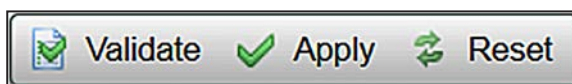

Figura 55. El botón Validar.
PASO 4. Cuando se haya ingresado la contraseña, dé clic en el botón **Validate (Validar)** en la parte superior derecha de la pantalla del IntelliLink. Ver Figura 55.
PASO 5. Si el cambio de contraseña se valida exitosamente, dé clic en el botón **Apply (Aplicar)** para terminar el proceso de cambio de contraseña y configurar la nueva contraseña en el control. Ver Figura 55. Vaya al Paso 6 si el cambio de contraseña no fue validado exitosamente.